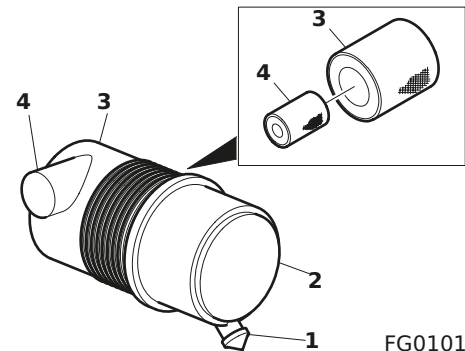

Figura 59
3. Retire el filtro exterior (3, Figura 59) del purificador de aire del alojamiento.
5. Retire el filtro interior (4, Figura 59).